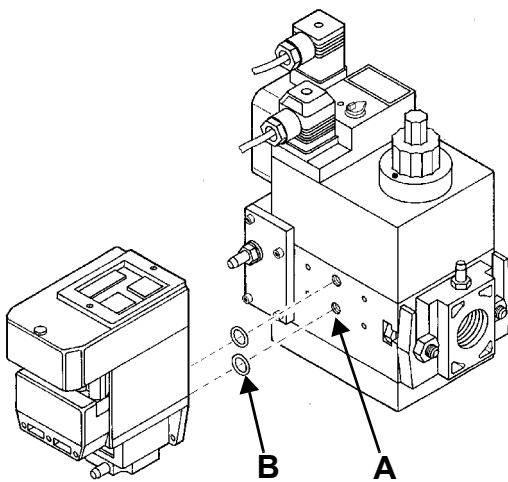

Рис. 57
- 3). снять крепежные винты группы Multibloc (Рис. 57-А)
- 4). вставить уплотнительные кольца (10,5x2,25) в VPS 504 (Рис. 57-В)
- 5). закрутить 4 винта блока контроля герметичности (М4х16) Рис. 57-С.